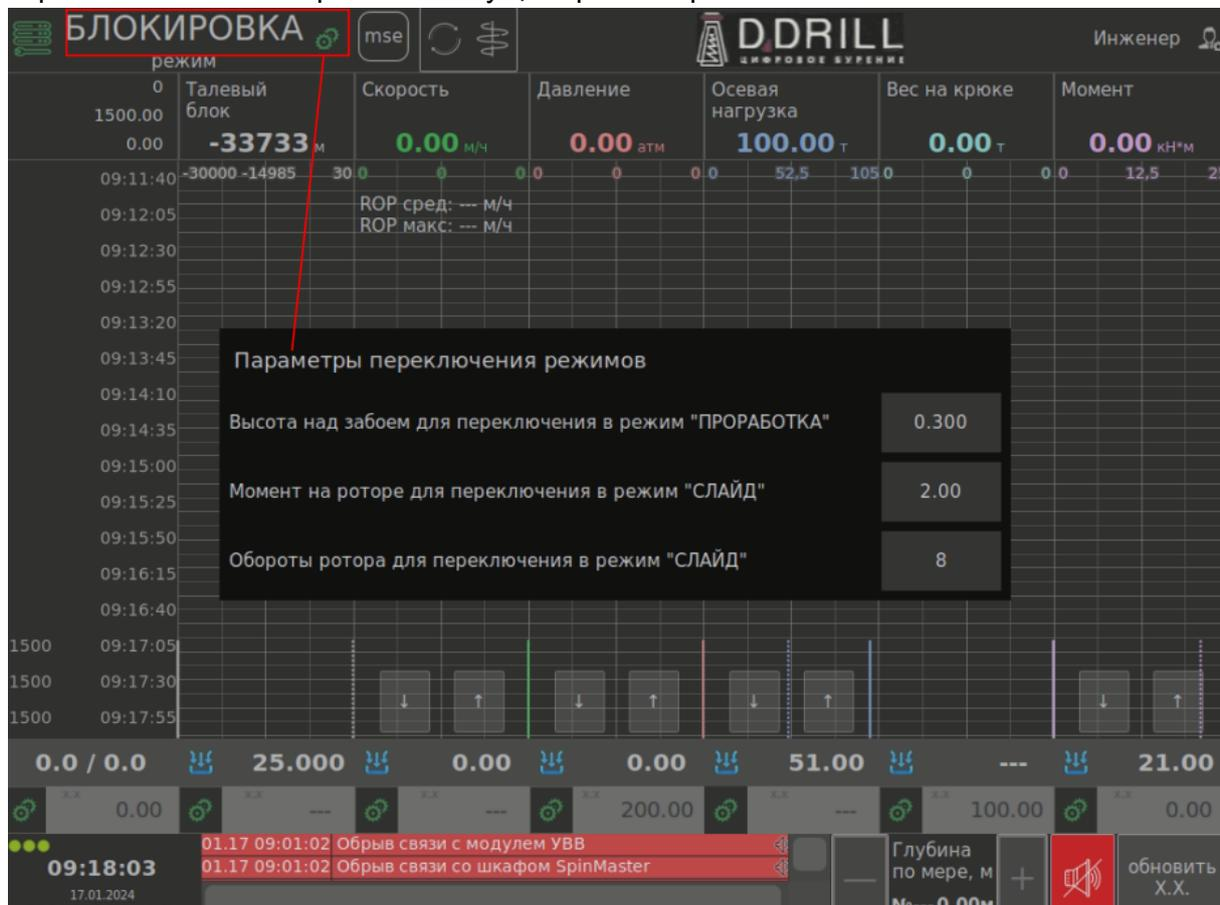

Рис. 6
1. Для корректировки параметров переключения режимов, необходимо коснуться экрана в области отображения текущего режима работы САУБ Рис. 6.